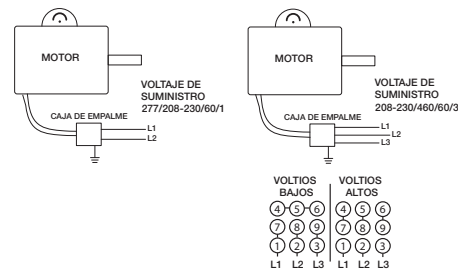

Figura 7 — Diagrama de Cableado Típico
2. Donde no se proporcione un enchufe, conecte la alimentación según los códigos de NEC y locales. Consulte la Figura 7 para obtener los diagramas de cableado.